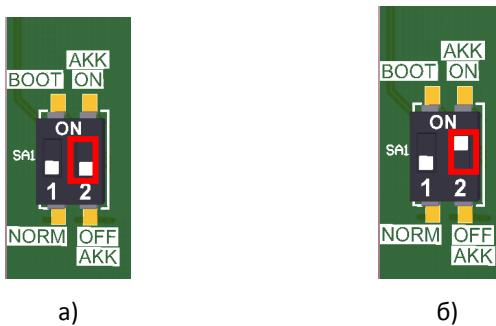

Рисунок 4. Переключатель AKK: а) тумблер 2 в положении OFF; б) тумблер 2 в положении ON.
2. Переставить тумблер 2 переключателя АКК из положения OFF в положение ON (см. рисунок 4 (б)).